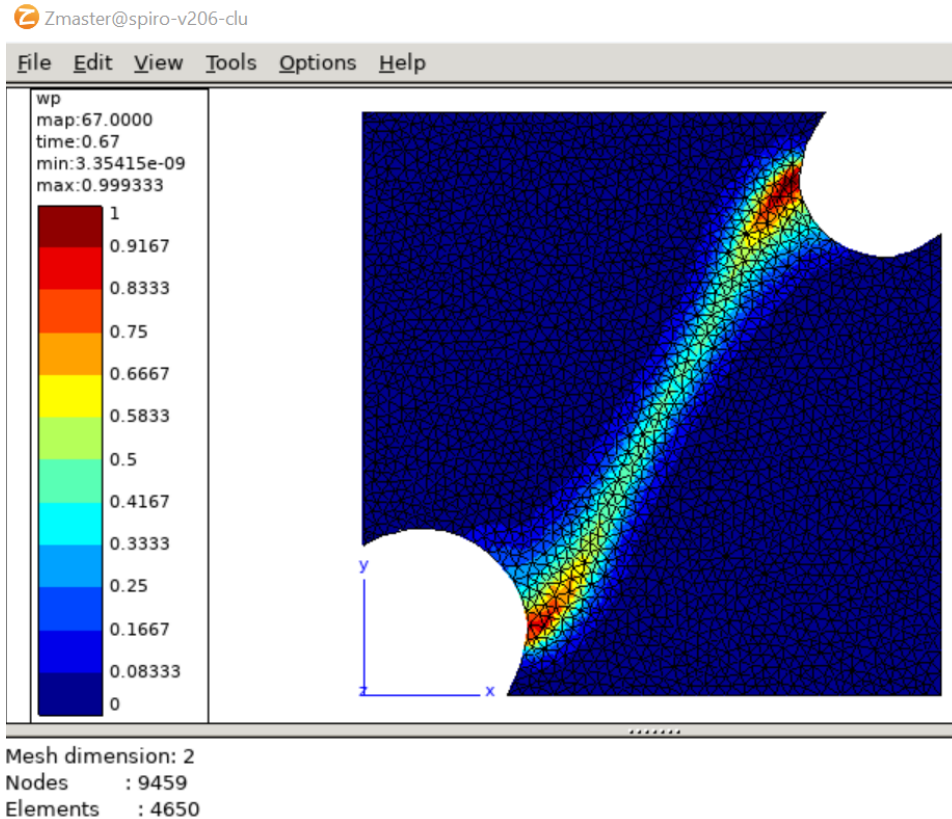

FIGURE 1 – Champ d’endommagement (dénnoté  $\omega_p$ ) obtenu avec Zset au temps 0.67s.
Le principal objectif de ce TP sur la détection et la représentation de fissures est de comprendre les grandes étapes de la détermination d'un chemin de fissure discret à partir d'un résultat de calcul pour un modèle à endommagement diffus. Pour cela, partons du calcul par éléments finis de l'éprouvette utilisée dans l'article de S. Feld-Payet, J. Besson and F. Feyel, *Finite element analysis of damage in ductile structures using a nonlocal model combined with a three-field formulation* (International Journal of Damage Mechanics, 2011), déjà abordé au TP8 et étudions le champ d'endommagement régularisé : voir figure 1.
- 2.1. A partir de l’exemple fourni pour le temps 0.50s, charger les données pour le temps 0.67s et vérifier à l’aide du graphique que la carte obtenue correspond bien à ce qui est présenté en figure 1.